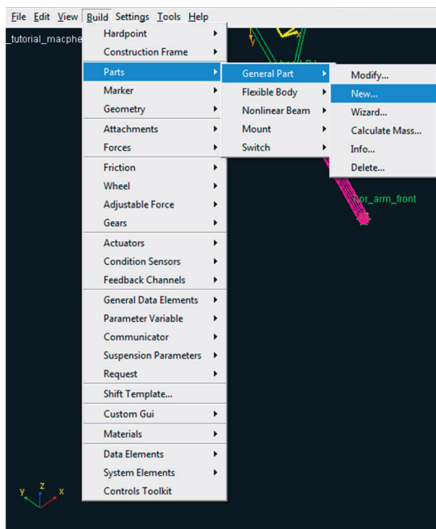

Figura 4.48 – *Construction Frame* “*hub\_bearing*” construído.
- Menu *Build* → *Parts* → *General Part* → *New* (Figura 4.48).